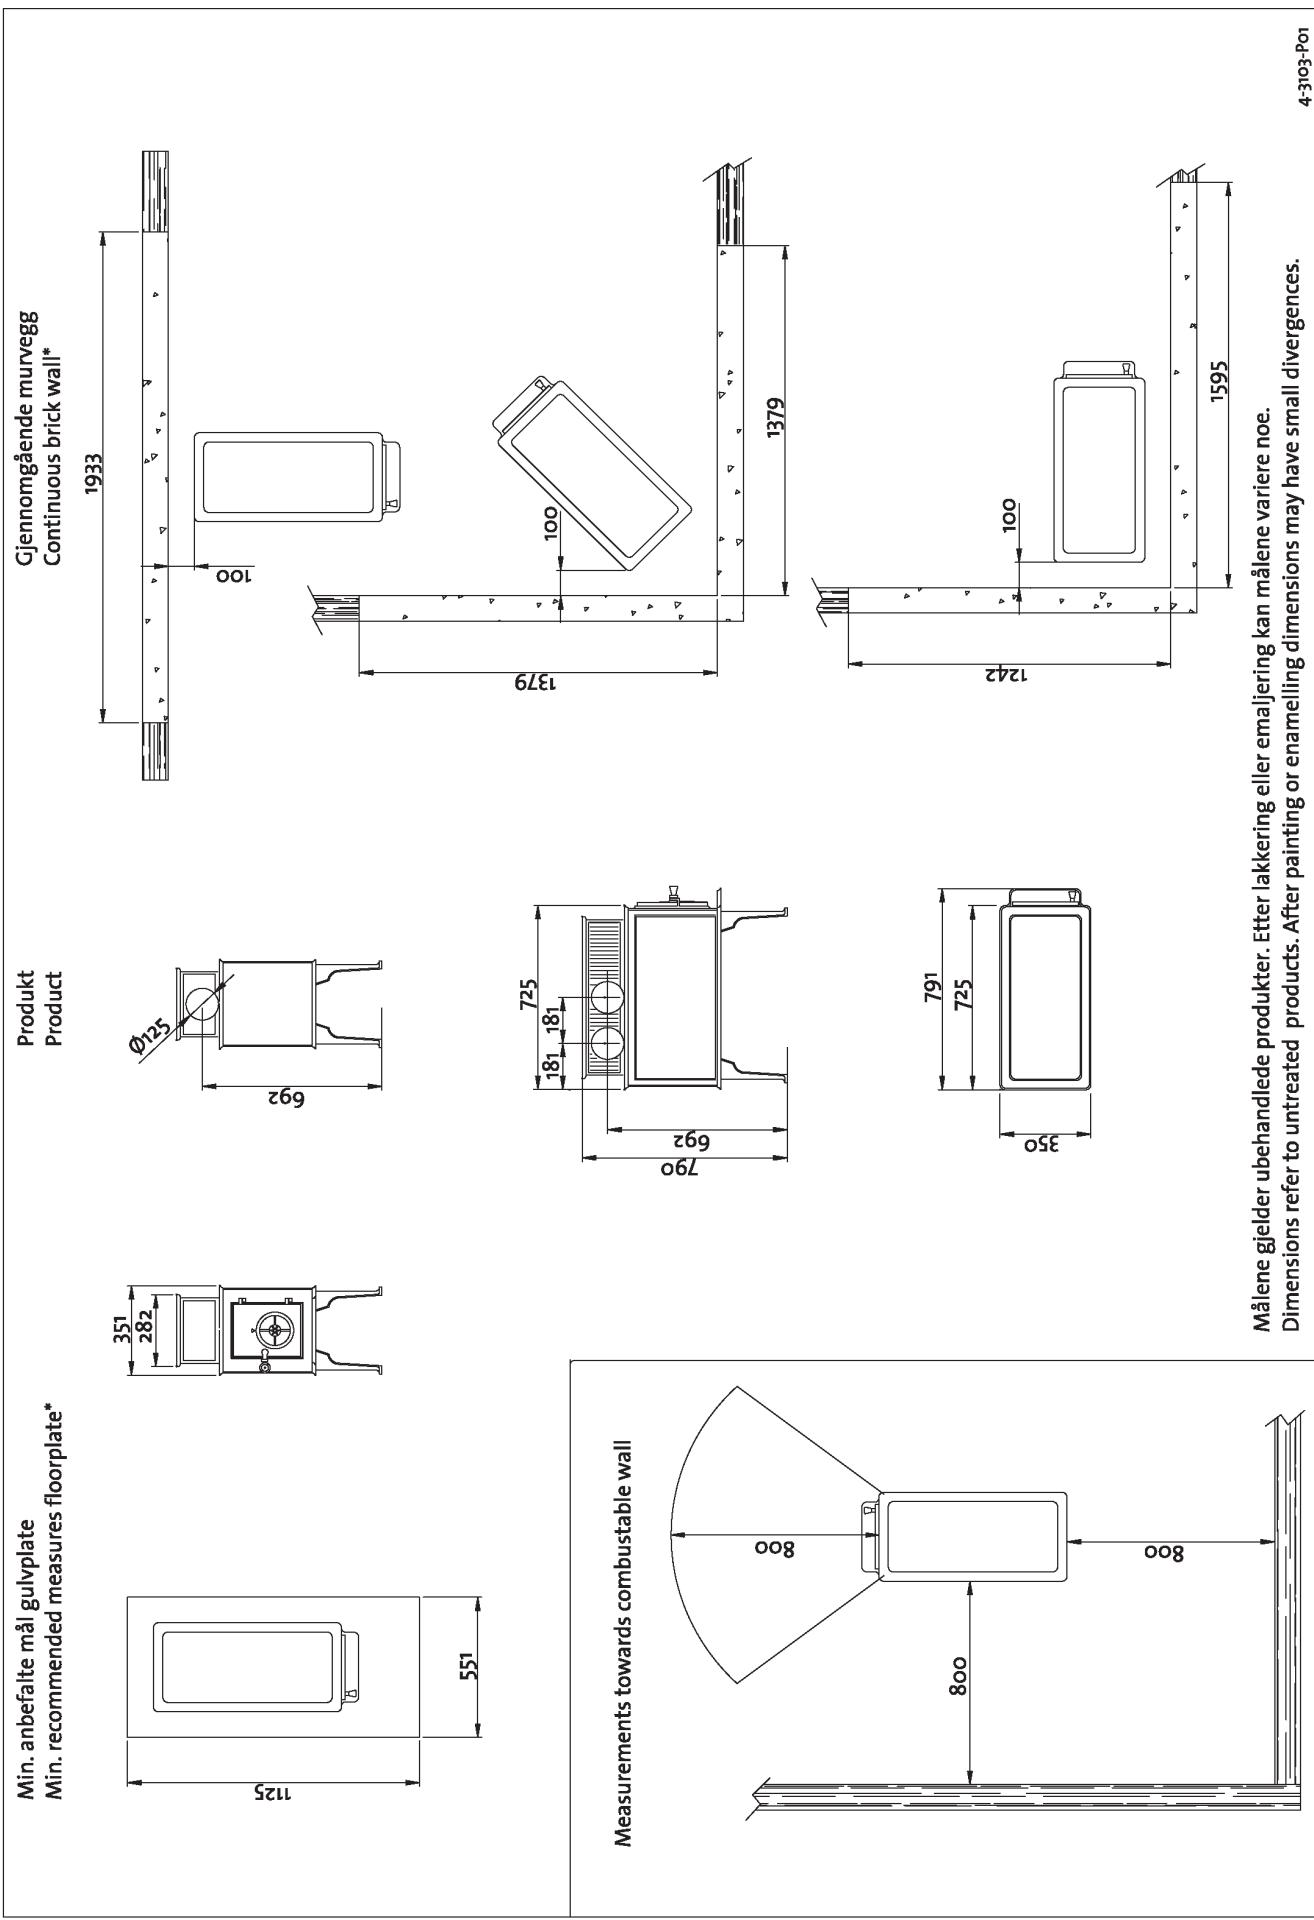

Fig. 2
2. Plaats de kartonnen verpakking op de grond en leg de haard voorzichtig op de zijkant. Zet de 4 poten met schroeven en ringen vast. (**Afb. 2 A**)
3. Bevestig het hitteschild in de twee schroeven onder de haard (**afb. 2 B**). Til de haard voorzichtig op.